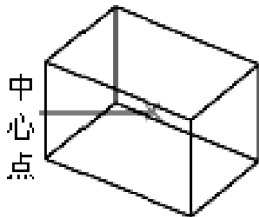

图 12-2 指定中心点创建长方体
- 中心（C）：使用指定的中心点创建长方体，如图 12-2 所示。